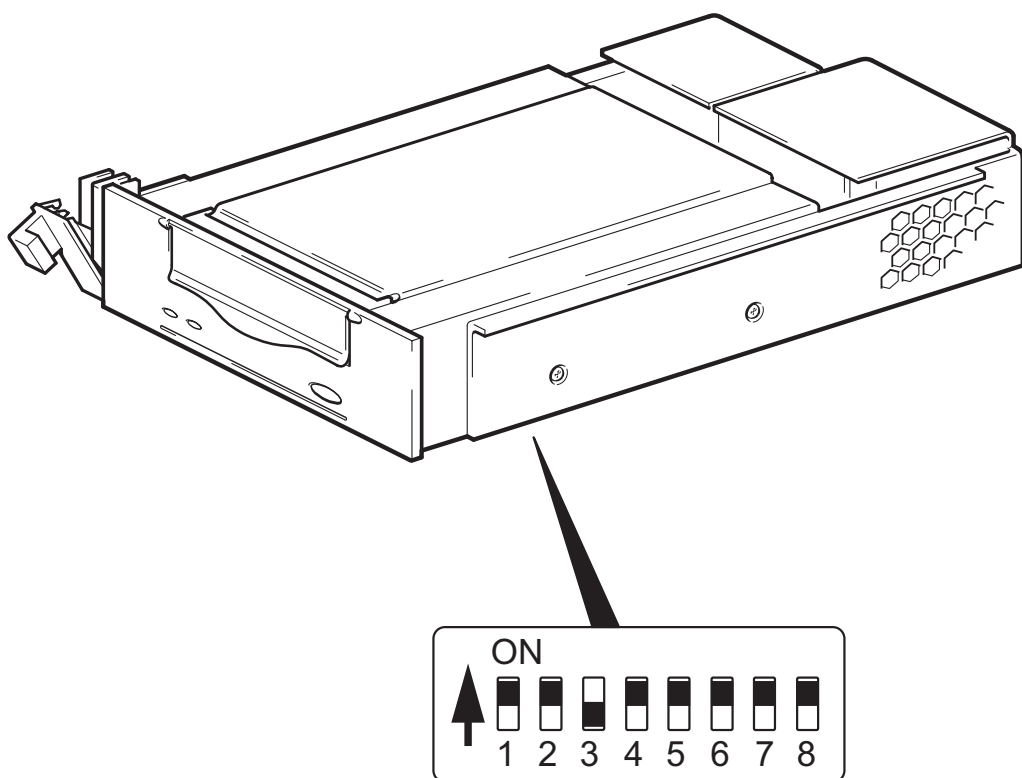

Figura 3: cómo comprobar los conmutadores de configuración UNIX
- 2 Si la configuración de UNIX lo requiere, cambie los conmutadores de configuración situados en la parte inferior de la unidad de cinta de su valor predeterminado mostrado en la figura 3.